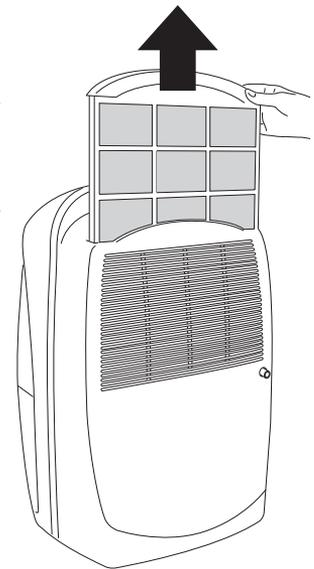

Abb. 5
- Zum Ausbauen den Filter herausziehen (Abb. 5).